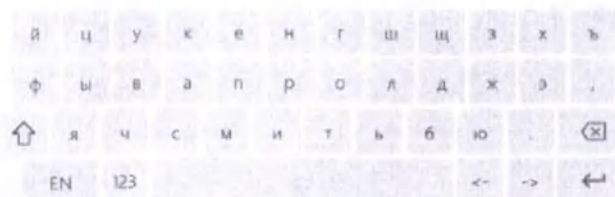

Рис.13.1 – Сохранение шаблона (пресета)
13.2. Вы можете сохранить шаблон (пресет) с любым удобным для Вас названием (рис.13.1).